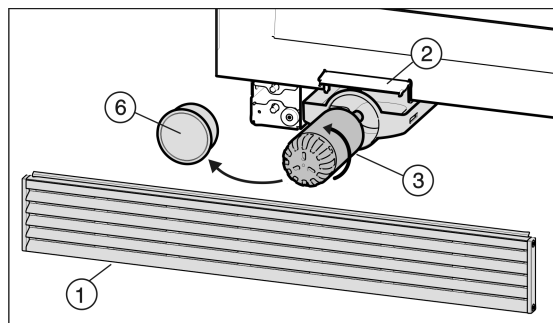

Fig. 8
- ▶ Sujete la rejilla de aire Fig. 8 (1) por la parte superior y retírela hacia delante.
▶ Abra la tapa de cambio de filtro Fig. 8 (2).
▶ Extraiga el filtro de agua Fig. 8 (3).
▶ Retire la tapa del filtro Fig. 8 (6).
▶ Gire el filtro de agua Fig. 8 (3) unos 100 ° en el sentido contrario a las agujas del reloj y retírelo.